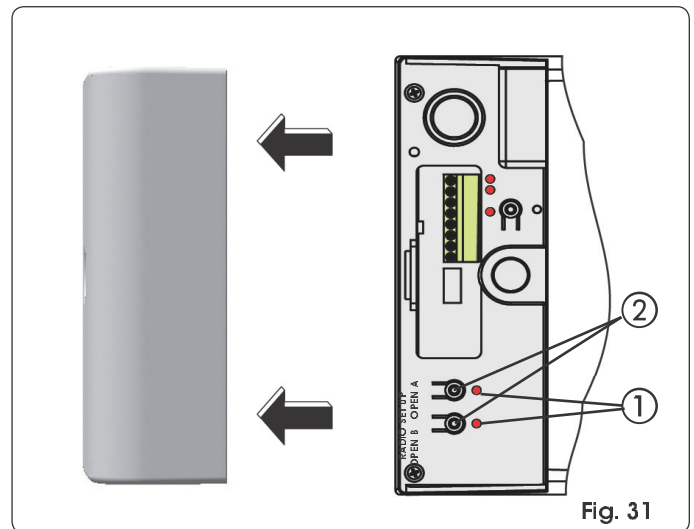

Fig. 31
- 4) Druk 1 seconde lang de knop OPEN A of OPEN B in (Fig. 31 ref. ②), om respectievelijk de volledige of de gedeeltelijke opening in het geheugen op te slaan.
- 2) Druk 1 seconde lang de knop OPEN A of OPEN B in (Fig. 31 ref. ②), om respectievelijk de volledige of de gedeeltelijke opening in het geheugen op te slaan.